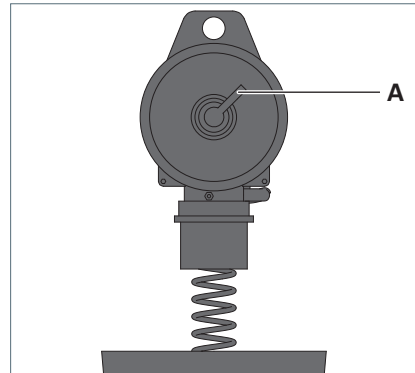

Fig. 10: Federstärke der Zugpendel einstellen.
- Stellen Sie die Federstärke der Zugpendel am Drehgriff **A** der Kabelrolle so ein, dass Sie die Leuchte bequem in der Höhe einstellen können, siehe Fig. 10.